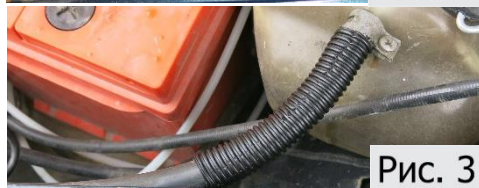

Рис. 3
3. Одеть гофру на шланг выходящий из бочка с охлаждающей жидкостью (рис.3).